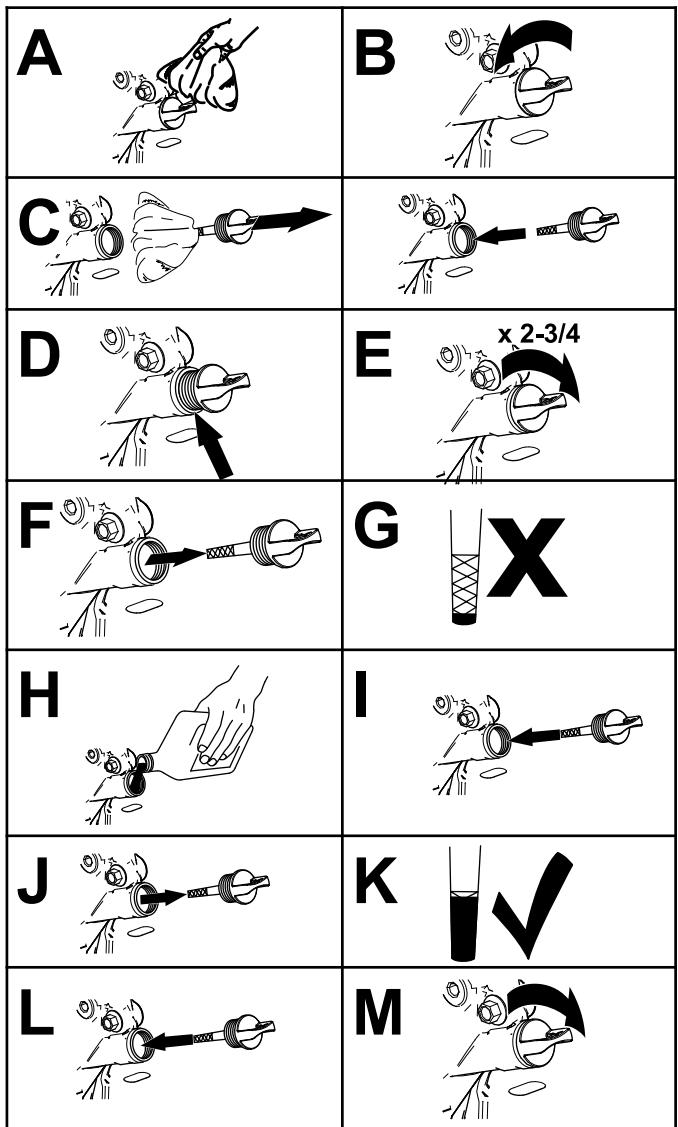

Figura 34
- Compruebe el nivel de aceite del motor, según se muestra en Figura 34.